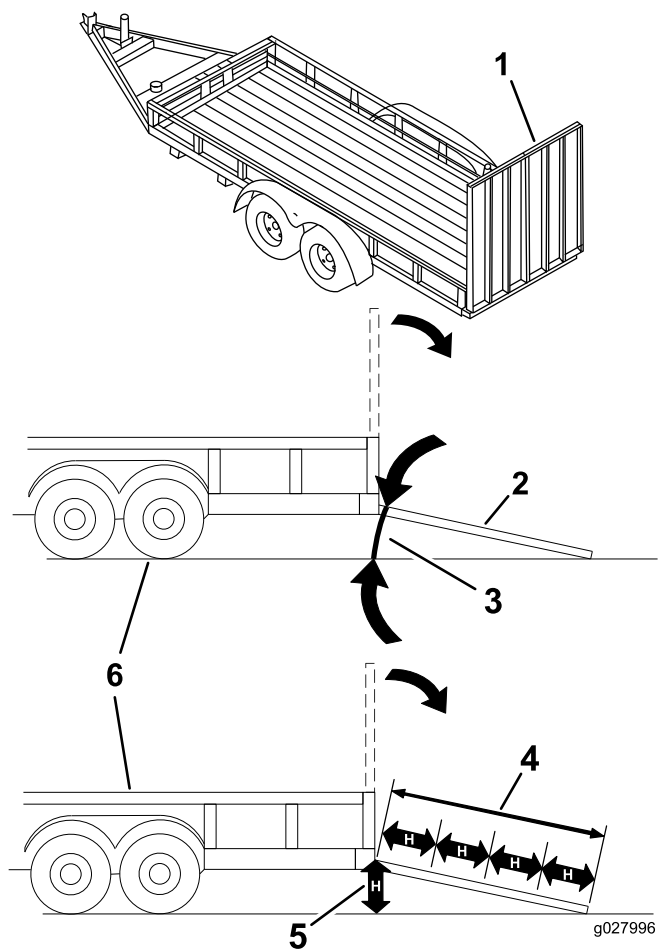

Рисунок 37
При погрузке машины на прицеп или грузовик повышается вероятность опрокидывания, что может привести к получению тяжелой травмы или гибели (Рисунок 37).
3. Опустите наклонный въезд, убедившись в том, что угол между наклонным въездом и землей не превышает 15 градусов (Рисунок 37).
1. Опустите наклонный въезд, убедившись в том, что угол между наклонным въездом и землей не превышает 15 градусов (Рисунок 37).